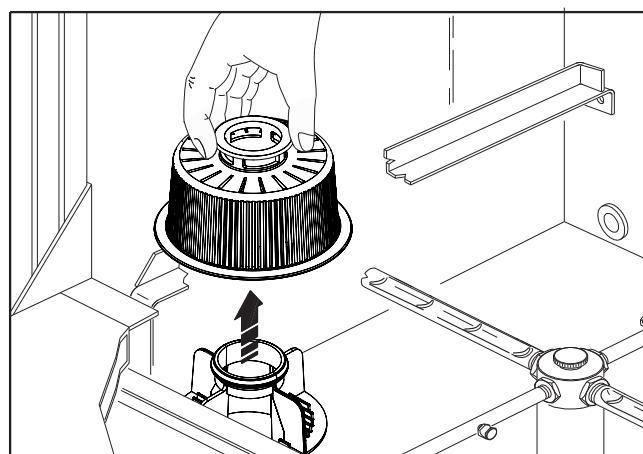

Рис. 17
5. Снимите и очистите фильтр моющего насоса (рис.17) и, при наличии, фильтры ванны.